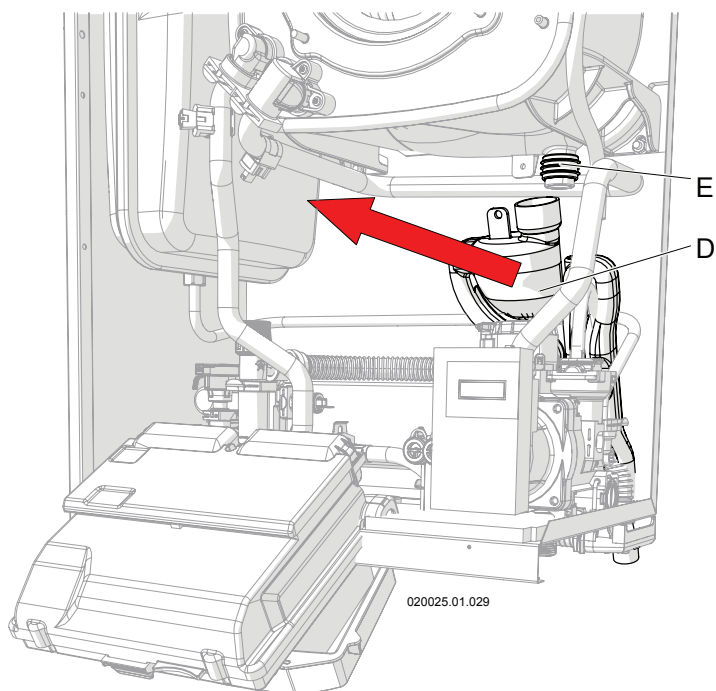

Figure 8-8 - Démontage du siphon de collecte de la condensation
- 1.- lorsque l'appareil est allumé, ouvrir un robinet d'eau chaude sanitaire au maximum afin que le brûleur se mette au maximum de sa puissance et que le niveau du liquide présent à l'intérieur du réservoir de siphon « D » (voir figure 8-8) s'abaisse ;
- 8.- extraire vers l'extérieur le siphon (voir la figure 8-8) en faisant attention à déconnecter les conduits de collecte de l'eau provenant du haut de l'appareil et du purgeur d'air.